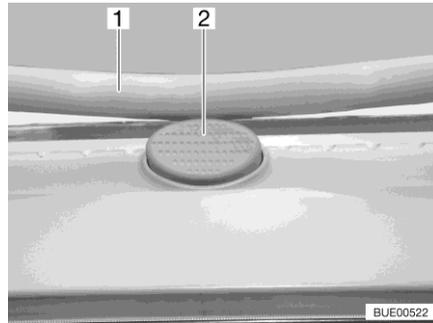

Fig. 27 Botón de seguridad (claraboya Heki)
- Pulsar el botón de seguridad (Fig. 27,2) y tirar el estribo (Fig. 27,1) hacia abajo con ambas manos.
- Presionar el estribo hacia arriba con ambas manos hasta que el estribo se encuentre encima del botón de seguridad (Fig. 27,2).